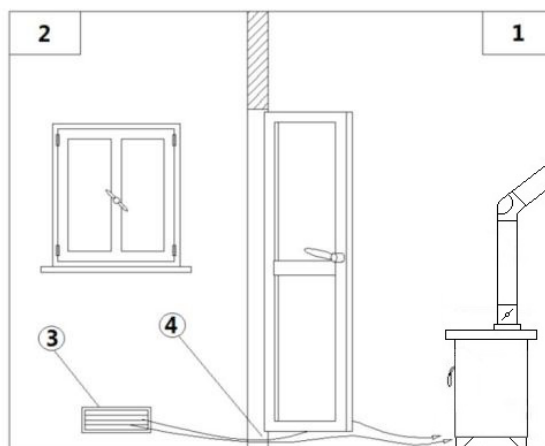
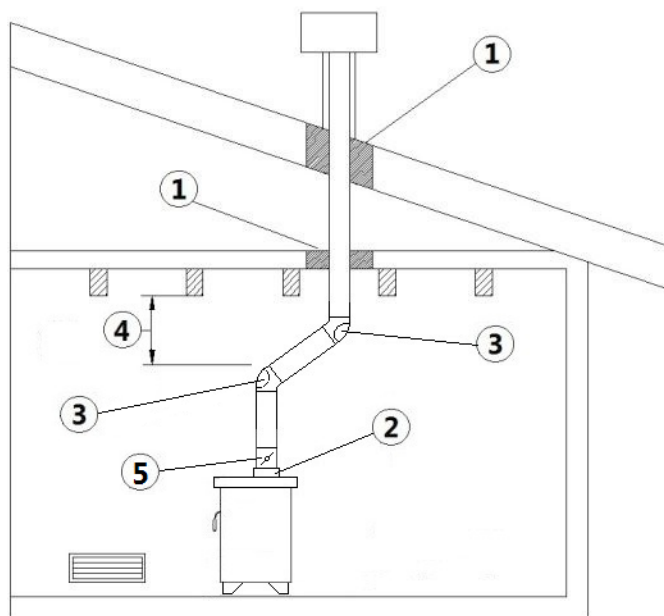

Fig. 6 - Fluxo de ar indireto
Fig. 7 - Exemplo 1
LEGENDA Fig. 6 pág. 28-Fig. 7 pág. 28
- O fluxo de ar entre o exterior e o local pode ser feito por via direta, através de abertura na parede externa do local (ver **Fig. 6 pág. 28**); ou então por via indireta, através da entrada de ar do locais adjacentes àquele a ventilar (ver **Fig. 7 pág. 28**).